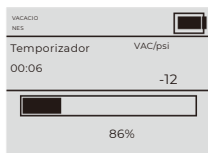

Figura 5 Interfaz de prueba de vacío
5. La interfaz (Figura 5) muestra el valor de presión actual del sistema, el grado de vacío del sistema y el momento de ingreso a esta interfaz.